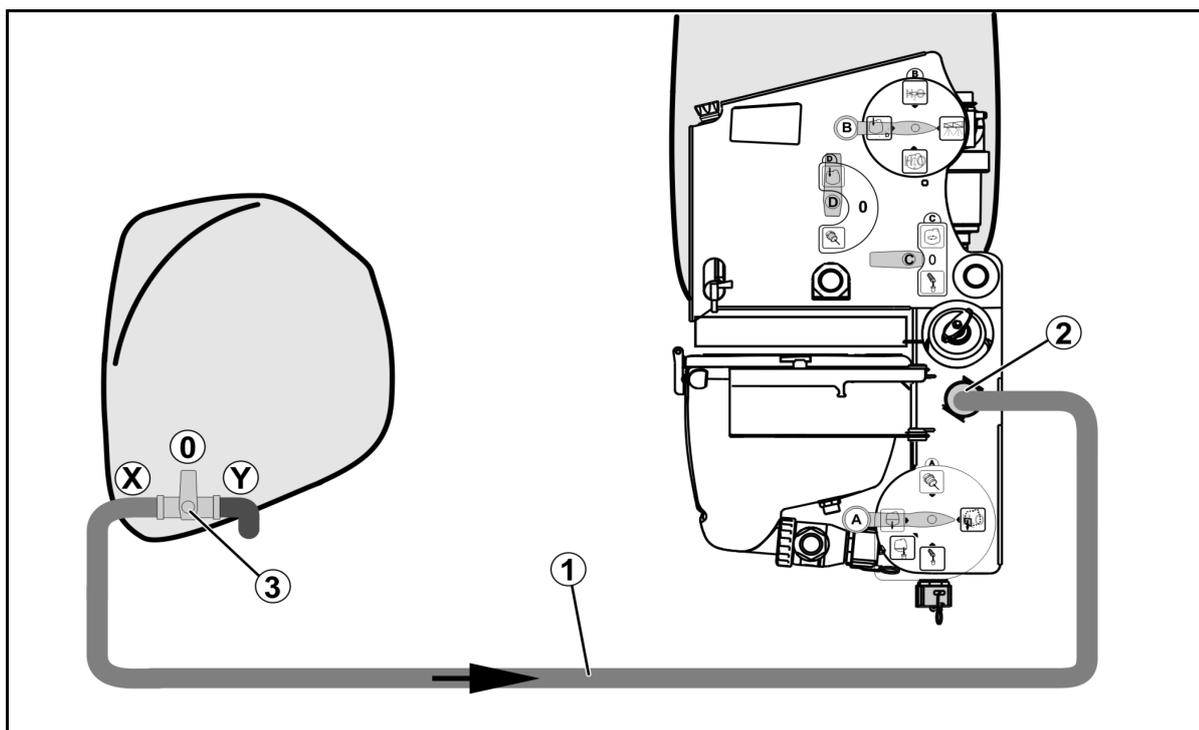

Fig. 14
1. Acople a mangueira de aspiração (Fig. 14/1) com a ligação de enchimento (Fig. 14/2).
3. Acople a mangueira de ligação do tanque frontal (Fig. 14/3) com a ligação esvaziamento rápido (Fig. 14/4).
4. Torneira de comando no tanque frontal (Fig. 14/5) em posição **X**.